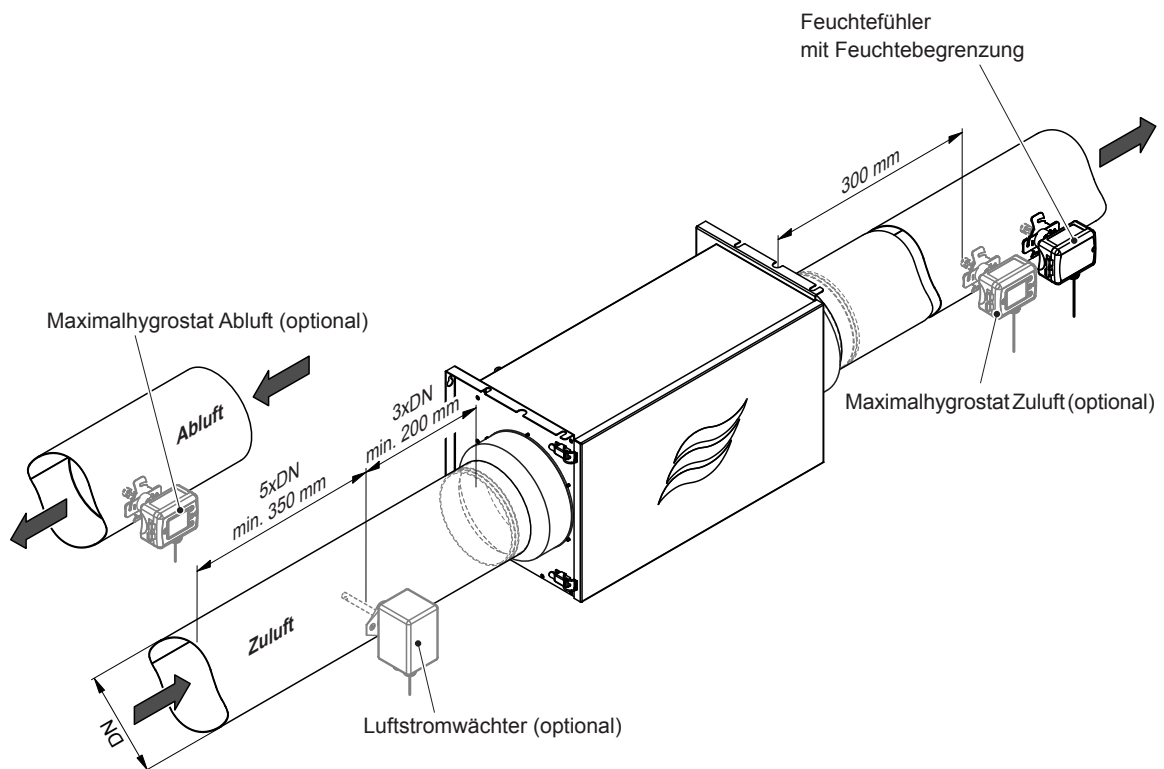

Abb. 22: Platzierung des Feuchtfühlers und der Überwachungsgeräte bei Zuluft-Feuchteregelung
Bei der **Zuluft-Feuchteregelung** sind die Sensoren wie folgt einzubauen (siehe *Abb. 22*):
1. Das Einführungsloch für den Sensor ($\varnothing 16$ mm) in den Lüftungskanal bohren (Platzierung siehe Abb. 22).